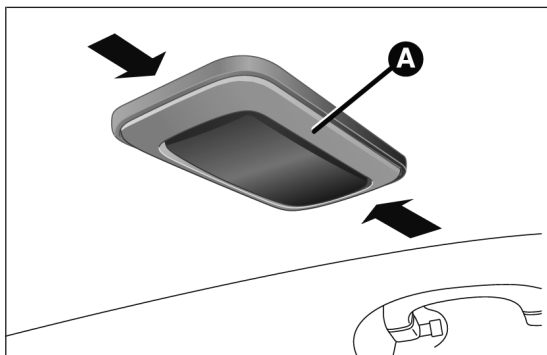

fig. 195
- enlever le plafonnier A fig. 195 en agissant sur les points indiqués par les flèches ;
- intervenir sur le point indiqué par la flèche et enlever le plafonnier A fig. 195 ;
- remonter le plafonnier A fig. 195 en l'engageant dans sa position correcte d'abord d'un côté et ensuite en poussant sur l'autre côté jusqu'à entendre le déclic de blocage.